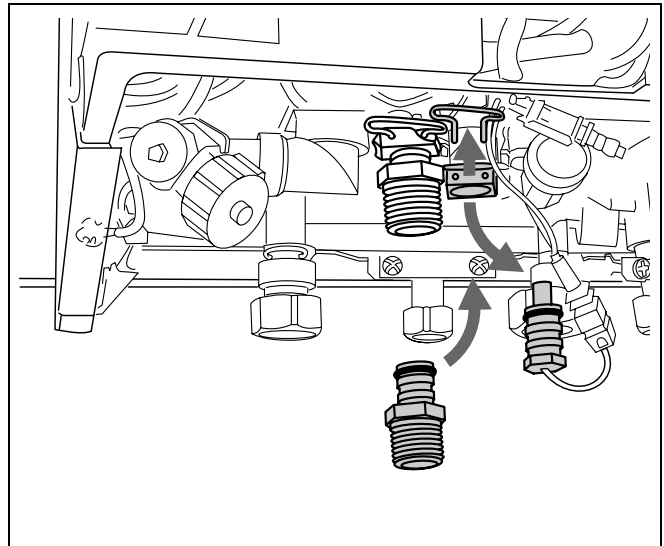

fig. 43 Rincer l'échangeur de chaleur de l'eau chaude
7.1.7 Si nécessaire: Rincer l'échangeur de chaleur de l'eau chaude (fig. 43)